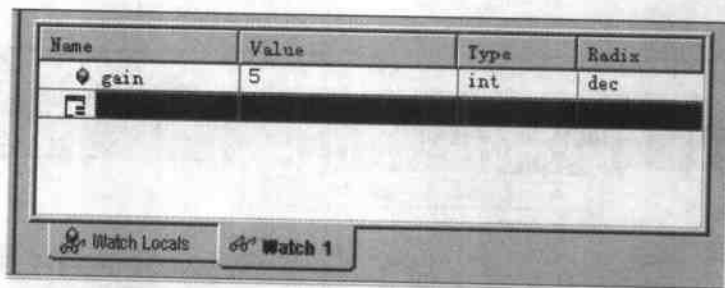

图 6.16 改变 gain 的值为 5
- (1) 在 View 菜单中,执行命令 Watch Window。
- (2) 选择 Watch1 观测窗口,并输入 gain,可以看到 gain 的值为 1。
- (3) 改变 gain 的值为 5,如图 6.16 所示。